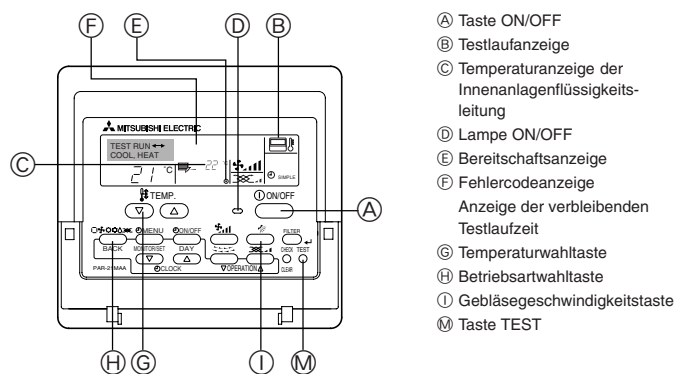

Fig. 7-1
7.2.1. Verwendung der verdrahteten Fernbedienung (Fig. 7-1)
- ① Den Strom mindestens 12 Stunden vor dem Testlauf einschalten.
- ② Die [TEST]-Taste zweimal drücken. ➔ "TEST RUN"-Flüssigkristallanzeige (LCD)
- ③ Taste [Mode selection] (Wahl der Betriebsart) drücken. ➔ Vergewissern, daß Luft ausgeblasen wird.
- ④ Taste [Mode selection] (Wahl der Betriebsart) drücken und die Betriebsart Kühlen (oder Heizen) einschalten. ➔ Vergewissern, daß kalte (oder warme) Luft ausgeblasen wird.
- ⑤ Die Taste [Fan speed] (Luftgeschwindigkeit) drücken. ➔ Vergewissern, daß die Luftgeschwindigkeit eingeschaltet ist.
- ⑥ Den Betrieb des Gebläses der Außenanlage überprüfen.
- ⑦ Durch Drücken der Taste [ON/OFF] (EIN/AUS) den Testlauf freigeben. ➔ Stopp
- ⑧ Speichern Sie eine Telefonnummer ein.